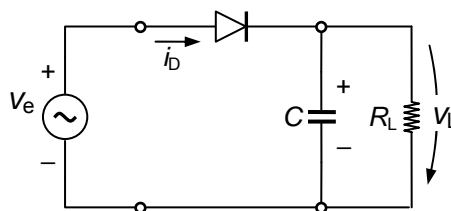

Figura 4.2
- Acrescente ao rectificador um condensador de filtragem de  $10\text{ }\mu\text{F}$  (Figura 4.2) e registe de novo a forma de onda e o valor médio da tensão  $v_L$ .